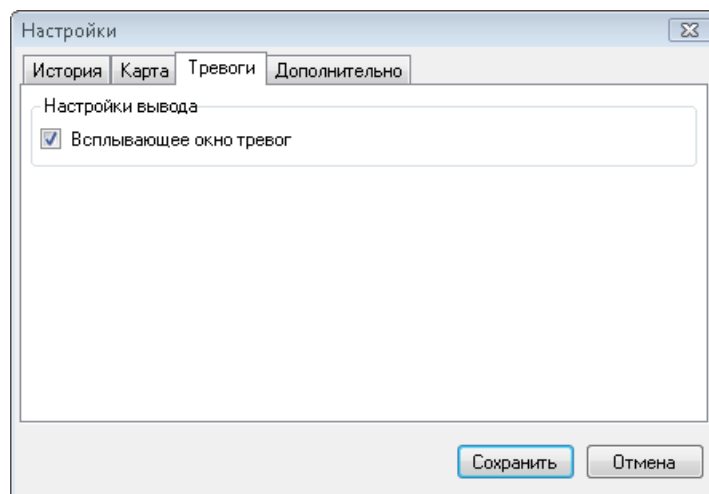

Рис.7.1.14. Вид окна «Настройки» и закладки «Тревоги».
3. Закладка «Тревоги», содержит параметр «Настройка вывода», рисунок 7.1.14.